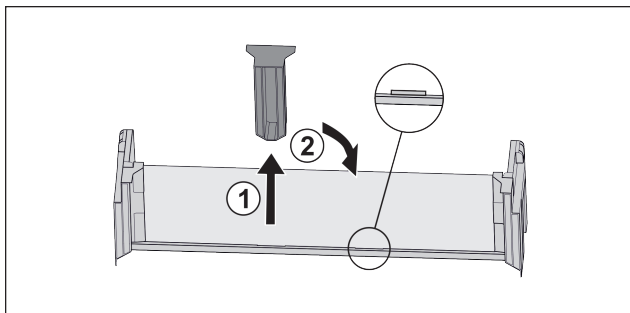

Fig. 92
- ▶ Desprindeți piesa de susținere intermediară Fig. 92 (1).
- ▶ Introduceți piesa de susținere intermediară la a doua poziție Fig. 92 (2).